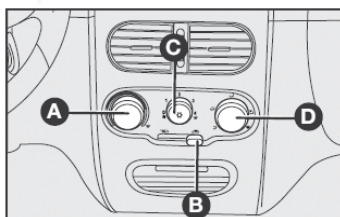

fig. 68
CONTROLES - fig. 68
- 1) Control para la temperatura del aire A-fig. 68 totalmente localizado a la izquierda.
- 2) Palanca del ventilador C-fig. 68: localizado en la velocidad máxima.
- 3) Control para la distribución del aire D-fig. 68 indicador en \swarrow , para controlar que todas las salidas de aire estén abiertas.
4) Conecte el aire acondicionado abriendo el selector C-fig. 68.
El aire acondicionado es muy útil para acelerar el desempañamiento porque deshumece el aire. Es suficiente ajustar los controles para la función de desempañamiento, y activar el aire acondicionado, presionando el botón C-fig. 68.
- 1) Botón del aire conectado C-fig. 68.